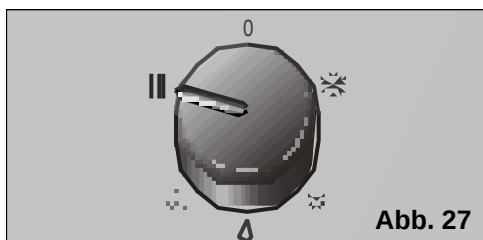

Abb. 27
- ☐ Wählen Sie am Funktionswahlschalter den Heizbetrieb aus Abb. 27.